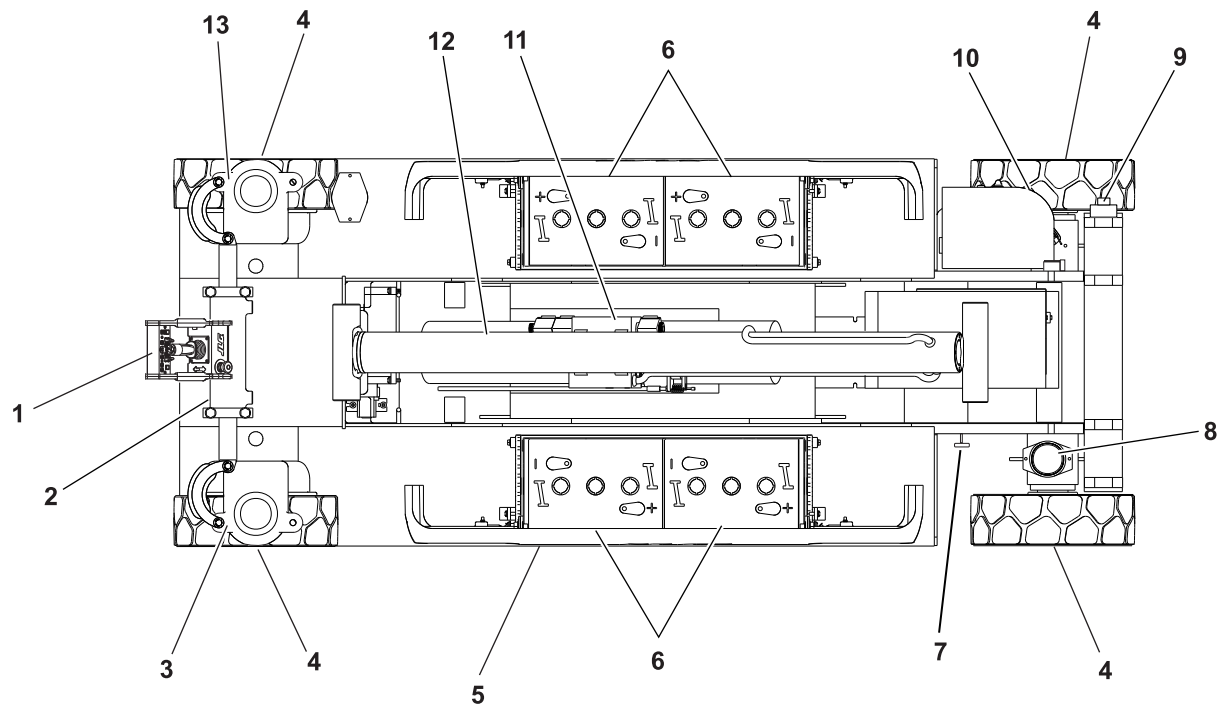

Figure 2-1. Ronde d'inspection quotidienne — Fiche 1 sur 2
5. **Ronde d'inspection** – Voir la figure 2-1